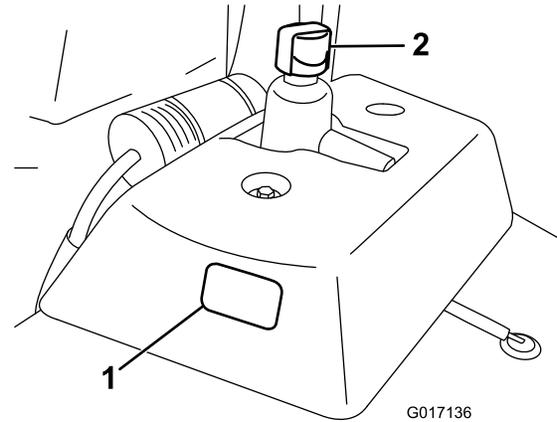

図 22
1. 平らな場所に駐車する。エンジンもオイルも冷えていることを確認する。補助オイルタンクの側面についている点検窓から内部をのぞいてオイル量を点検する図22。オイル量が点検窓の2本の線の間であればよい。